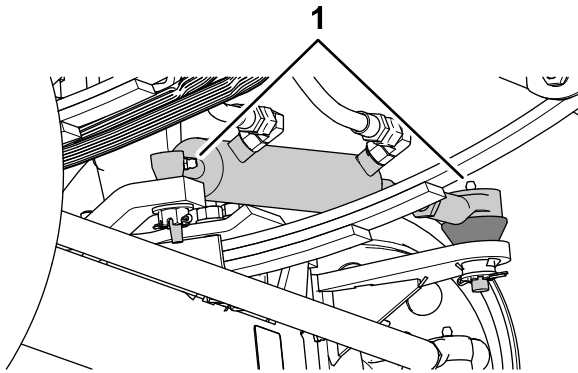
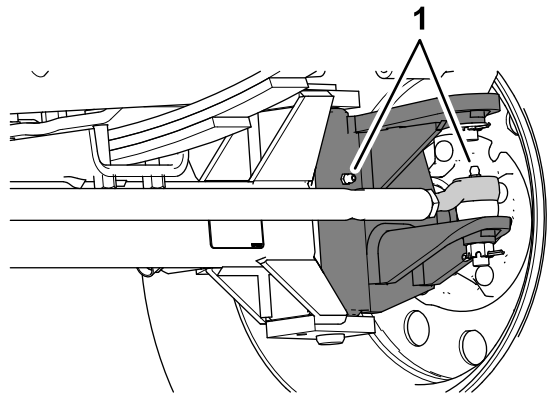

Figure 67
Figure 68
1. Essuyez les graisseurs (Figure 67 et Figure 68).
- Injectez de la graisse dans les graisseurs (Figure 67 et Figure 68).
Remarque: Les emplacements des graisseurs sont illustrés à la Figure 67.